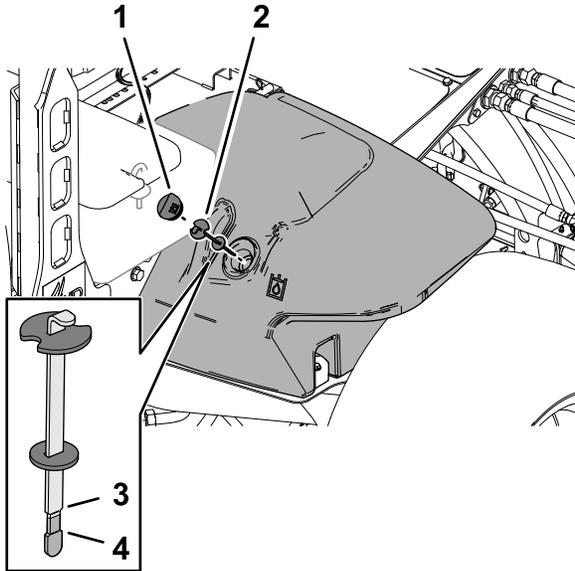

Figure 151
2. Nettoyez la surface autour du goulot et du bouchon de remplissage du réservoir hydraulique (Figure 151).